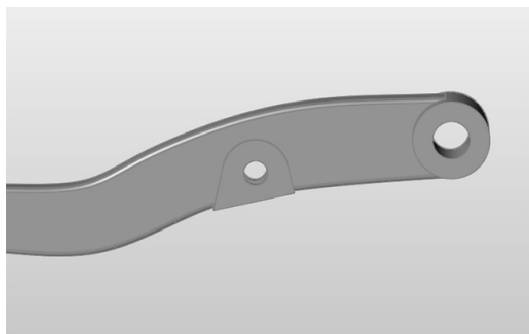

图 6-16
1) 复制几何的另一种方法是复制单独的曲线。如图 6-16 所示, 调整视图并使用鼠标滚轮放大主缸, 如图 6-16 所示。